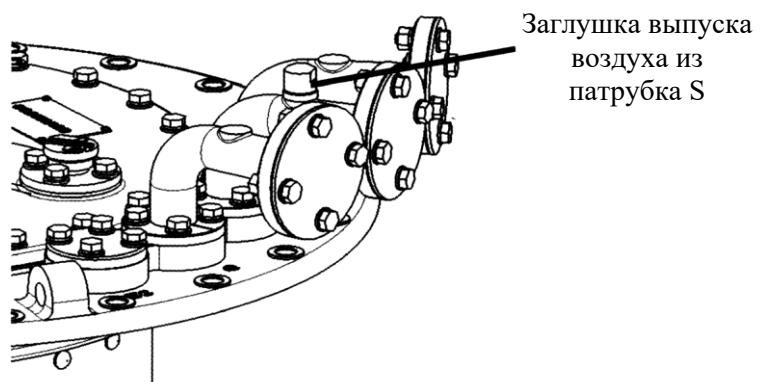

Рисунок 42 Резьбовая крышка на патрубке S
- 1) Снять резьбовую крышку M16 с патрубка сифонной трубы S (ключ 22 мм) (Рисунок 42).